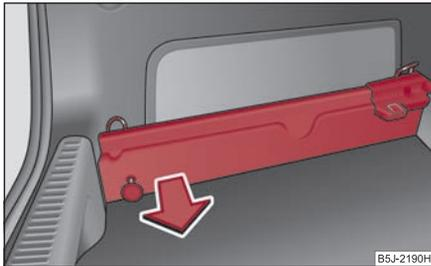

Abb. 85 Gepäckraum: Tragschienen herausnehmen
- Fassen Sie die Tragschiene **(A)** ⇒ Abb. 85 und nehmen Sie diese durch Ziehen in Pfeilrichtung heraus. Beim Ausbauen der Tragschiene auf der anderen Seite des Gepäckraums gehen Sie auf gleiche Weise vor.